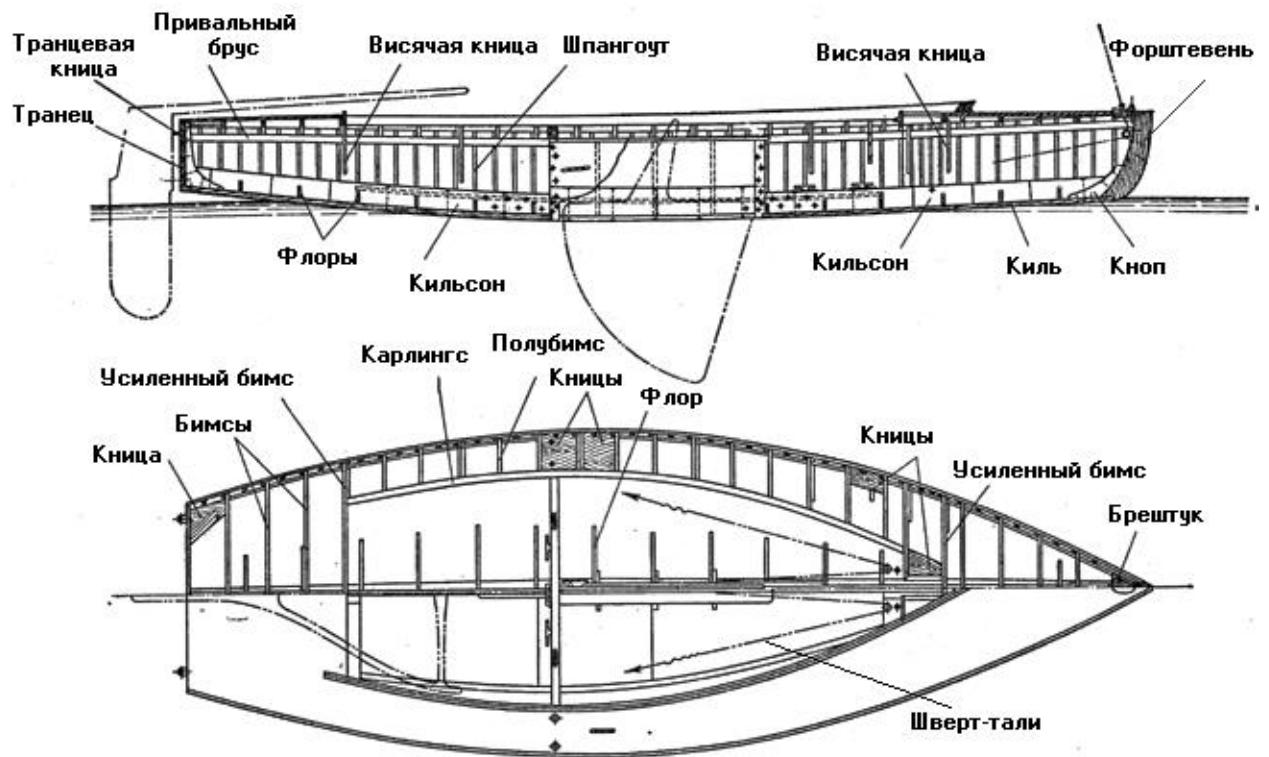

Рис. 26. Конструкция корпуса швертбота
Основное назначение **флоров** - скрепление ветвей шпангоутов, соединение их с килем и укрепление днищевой части обшивки. На флоры у швертботов и мелких килевых яхт обычно кладутся слани. На некоторых швертботах поверх флоров вдоль киля кладется **кильсон**- продольный брус, дополнительно укрепляющий корпус в продольном направлении (**рис. 26**).
**Швертовый колодец** (см. рис. 26) имеет основание из двух досок, обычно дубовых, притянутых к килю болтами. Поверх основания набраны стенки из более тонких досок. Сзади и спереди колодец ограничен вертикальными стойками, к которым прикрепываются основание и стенки. По верхнему обрезу колодцаложен планширь. На него ложится резиновый буфер, надетый на болт рычага шверта и предохраняющий колодец от разрушения при ударе болта о планширь. Поперечную устойчивость колодца обеспечивает крепление его к флорам кницами или **шпонками** — вертикально поставленными поперечными досками. Часто колодец укрепляют специальной поперечиной, связывающей колодец (через планширь) с карлингсами и палубным